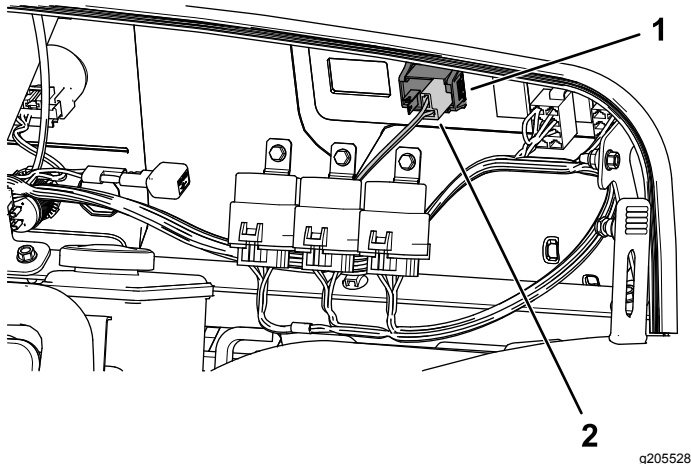
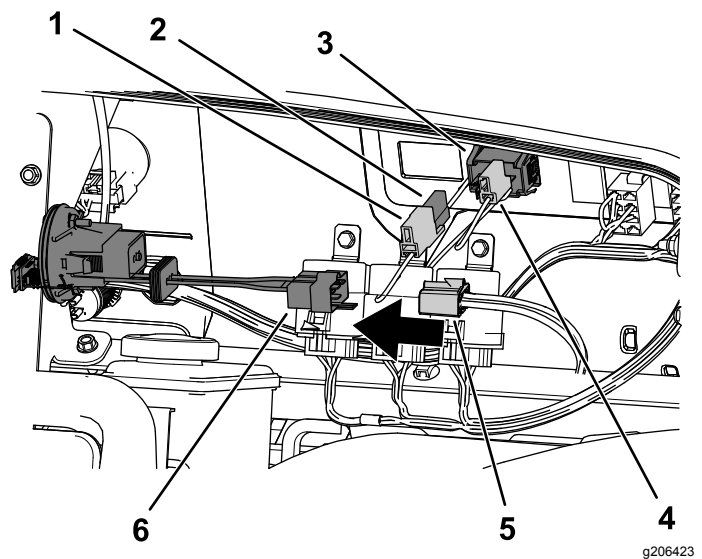

Bild 2
Bild 3
1. Schließen Sie den vorhandenen 2-Buchsen-Stecker vom vorhandenen Betriebsstundenzähler ab und stecken ihn in den 2-Stift-Stecker am Kabelbaum des Betriebsstundenzählers (Bild 2 und Bild 3).
2. Schließen Sie den 2-Buchsen-Stecker am Kabelbaum des drahtlosen Betriebsstundenzählers am vorhandenen Betriebsstundenzähler an (Bild 3).
3. Schließen Sie den 6-Buchsen-Stecker am neuen drahtlosen Betriebsstundenzähler an (Bild 3).